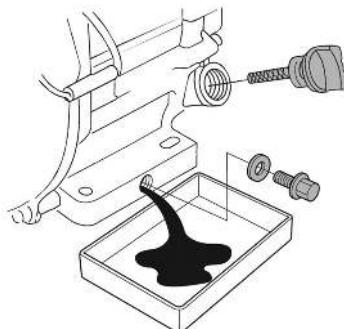

Рис. 11. Замена масла в двигателе
- Очистите от загрязнений крышку-щуп и зону вокруг маслозаливной горловины. Извлеките крышку-щуп из маслозаливной горловины (Рис. 11) и протрите щуп чистой ветошью.
- Открутите пробку для слива масла и слейте отработанное масло в подготовленную для этого емкость (Рис. 11).